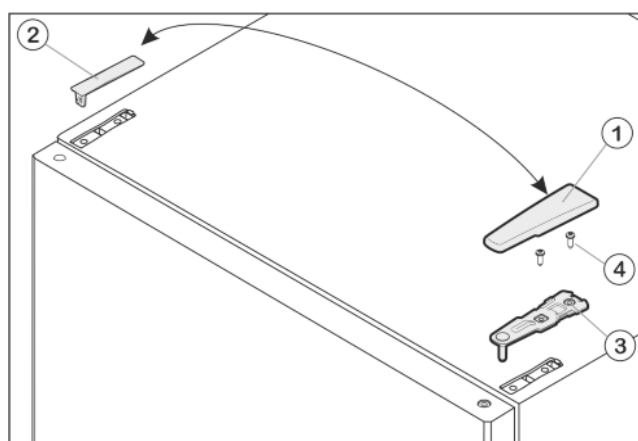

Fig. 7
- ▶ Afdækningen Fig. 7 (1) tages af ved at trække den frem og op.
- ▶ Løft afdækningen Fig. 7 (2) af.
- ▶ Skru øverste lejekonsol Fig. 7 (3) af (2 gange Torx® 25) Fig. 7 (4) og træk den af opad.
- ▶ Sæt øverste lejekonsol *Fig. 7 (3)* i døren på den nye hængselside.
- ▶ Den øverste lejekonsol skrues fast (med 4 Nm) (2 gange Torx® 25) *Fig. 7 (4)*. Stik eventuelt skruehullerne i forvejen eller brug en akkuskrue-trækker.
- ▶ Afdækning *Fig. 7 (1)* og afdækning *Fig. 7 (2)* anbringes hver for sig udefra på den modsatte side og trykkes fast.